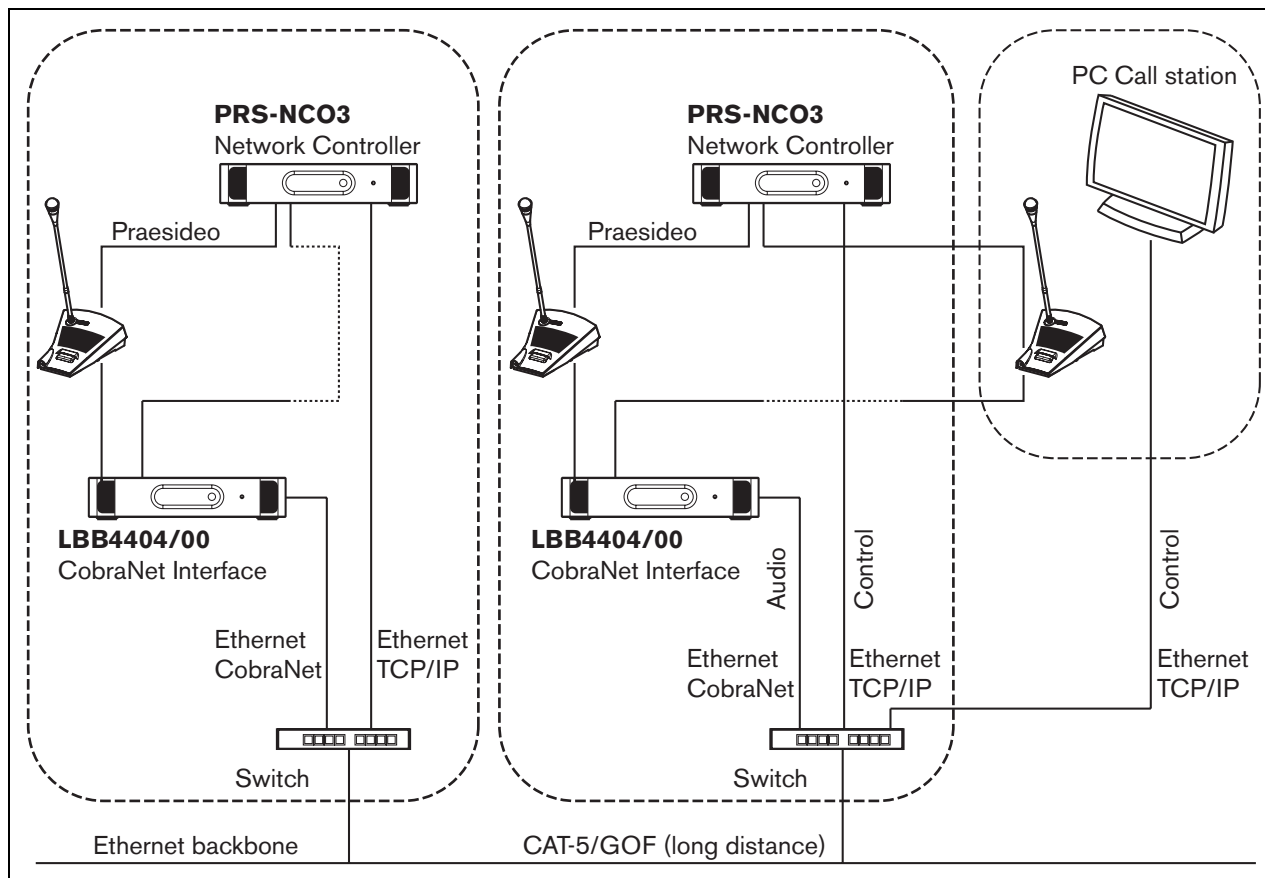

Abb. 32.4: Verbindung von Systemen
- Anschluss von Praesideo-Systemen (siehe Beispiel Abb. 32.4).